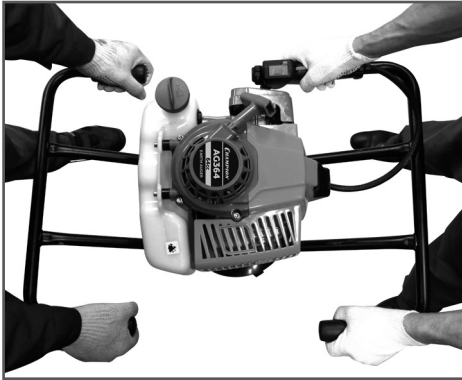

Рис.10 Положение рук при работе вдвоем
8. Бурение скважин диаметром более 150 мм или глубиной более 1 м рекомендуется проводить вдвоем, силами оператора и помощника. Оператор направляет мотобур (Рис.10), удерживая его за ручку с курком газа и раму. Помощник помогает ему и направляет мотобур, удерживая его за другую рукоятку и раму, находясь с противоположной стороны.